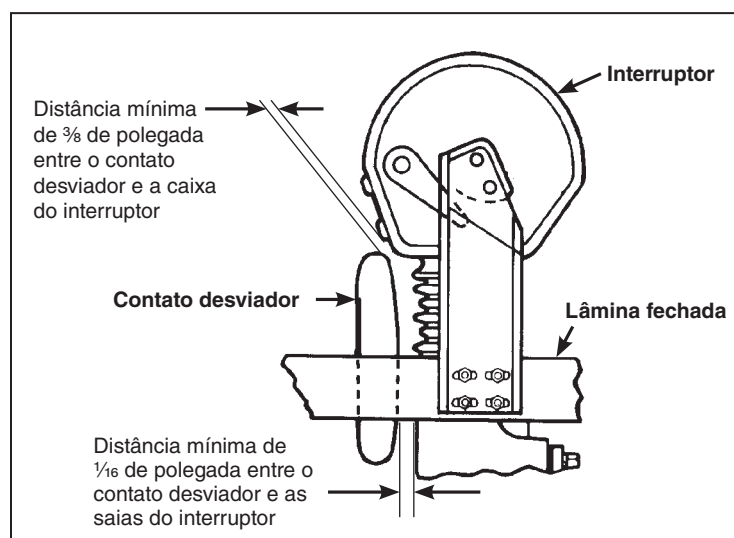

Figura 45. Conjunto da lâmina na posição totalmente Fechada.
- (f) Com a chave na posição totalmente **Fechada**, verifique os vãos mínimos entre o contato desviador da lâmina (*blade-shunt*) e o interruptor, medido entre a caixa do interruptor e as saias do interruptor. Ver Figura 45.